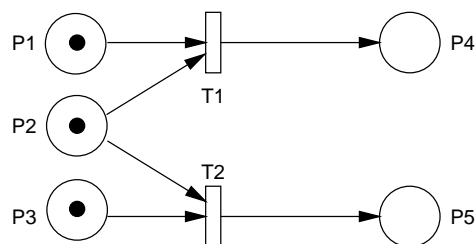

Figura 8: Rede de Petri ilustrando a concorrência entre processos.
8. Conflito: a figura 8 apresenta um grupo de alternativas para a produção de uma peça definida por uma escolha num menu de entrada. Duas transições estão **em conflito** se e somente se elas estão ambas habilitadas, sendo que o disparo de uma delas desabilita imediatamente a execução da outra.